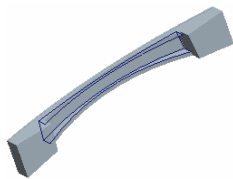
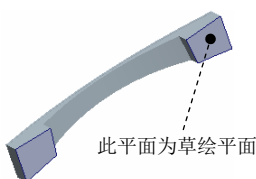
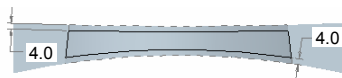

图 5.38.137 拉伸 6
图 5.38.138 定义草绘平面
图 5.38.139 截面草图
Step8. 创建图 5.38.137 所示的拉伸特征 6。在操控板中单击“拉伸”按钮 。在操控板中按下“移除材料”按钮 。选择图 5.38.138 所示的面为草绘平面，选取 RIGHT 基准平面为参考平面，方向为右；单击 **草绘** 按钮，绘制图 5.38.139 所示的截面草图，在操控板中选择拉伸类型为 ，选择 Step7 创建的偏移曲面为拉伸的边界；单击  按钮，完成拉伸特征 6 的创建。